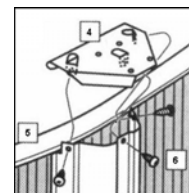

fig. 25
- Colocar una placa superior (fig. 25) (4) por debajo del borde superior de la pared de la piscina (fig. 25) (5). Colocar la placa superior sobre la columna con las lengüetas por el interior de la columna. (fig. 25). Asegúrese que la columna esta totalmente vertical. Alineándola con las ondulaciones de la pared de acero.
- Alinear los agujeros para colocar los tornillos por cada lado y por delante (fig. 25) (6).